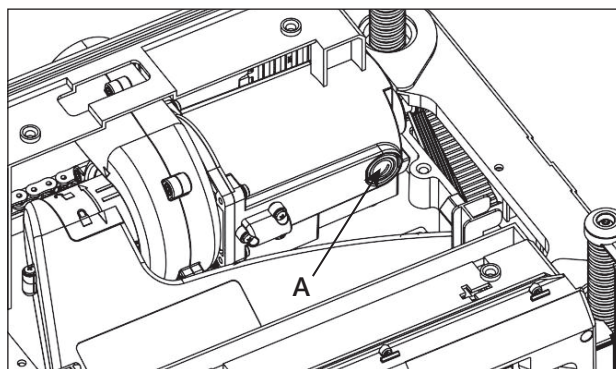

Рисунок 23.
- С помощью шлицевой отвертки отверните крышку **А** (рис. 23) щеткодержателя;